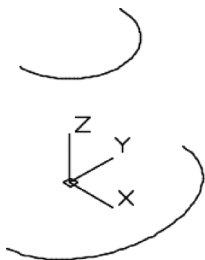

图 9-27 原始曲线
- 1) 打开本书配套光盘中的“创建直纹网格.dwg”文件，原始曲线如图 9-27 所示。